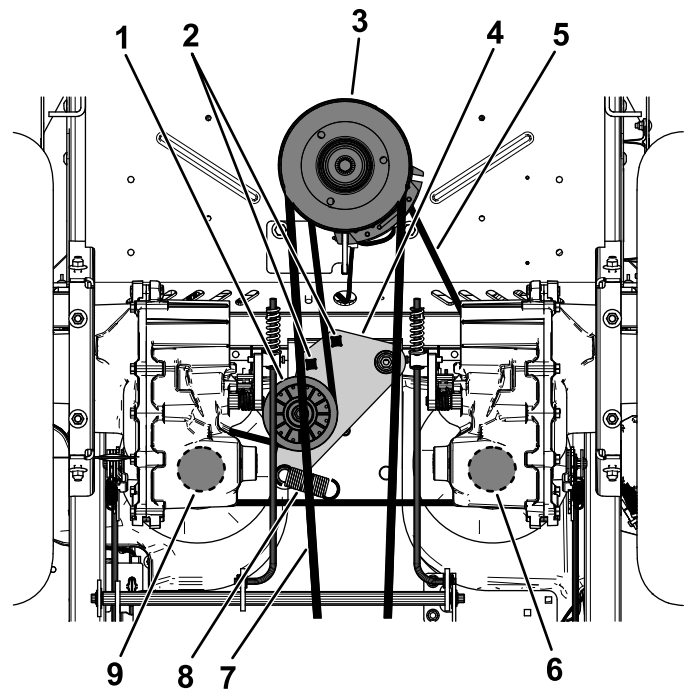

Figura 63
5. Utilice una llave de carraca de 1/2" o similar en uno de los taladros cuadrados del brazo tensor para aliviar la tensión del muelle tensor (Figura 63).
6. Retire la correa existente de la polea tensora, de las 2 poleas de transmisión de la bomba hidráulica y de la polea del motor (Figura 63).
7. Instale la correa nueva alrededor de la polea tensora, la polea del motor y de las 2 poleas de la bomba hidráulica (Figura 63).